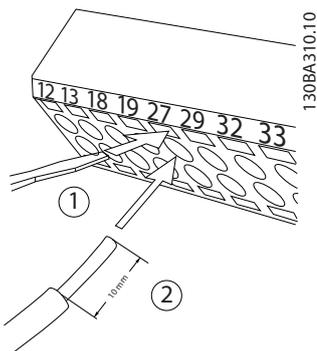

Abbildung 2.13 Anschluss der Steuerverdrahtung
1. Lösen Sie den Kontakt, indem Sie einen kleinen Schraubendreher in den Schlitz über oder unter dem Kontakt einführen, wie in *Abbildung 2.13* dargestellt.